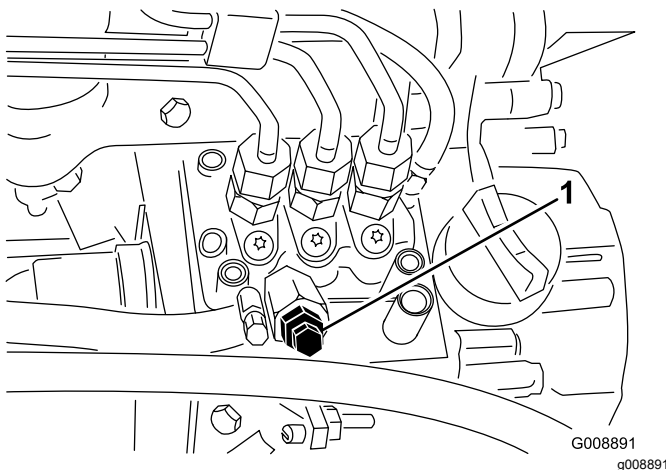

Figure 37
4. Desserrez la vis de purge d'air sur la pompe d'injection (**Figure 37**).